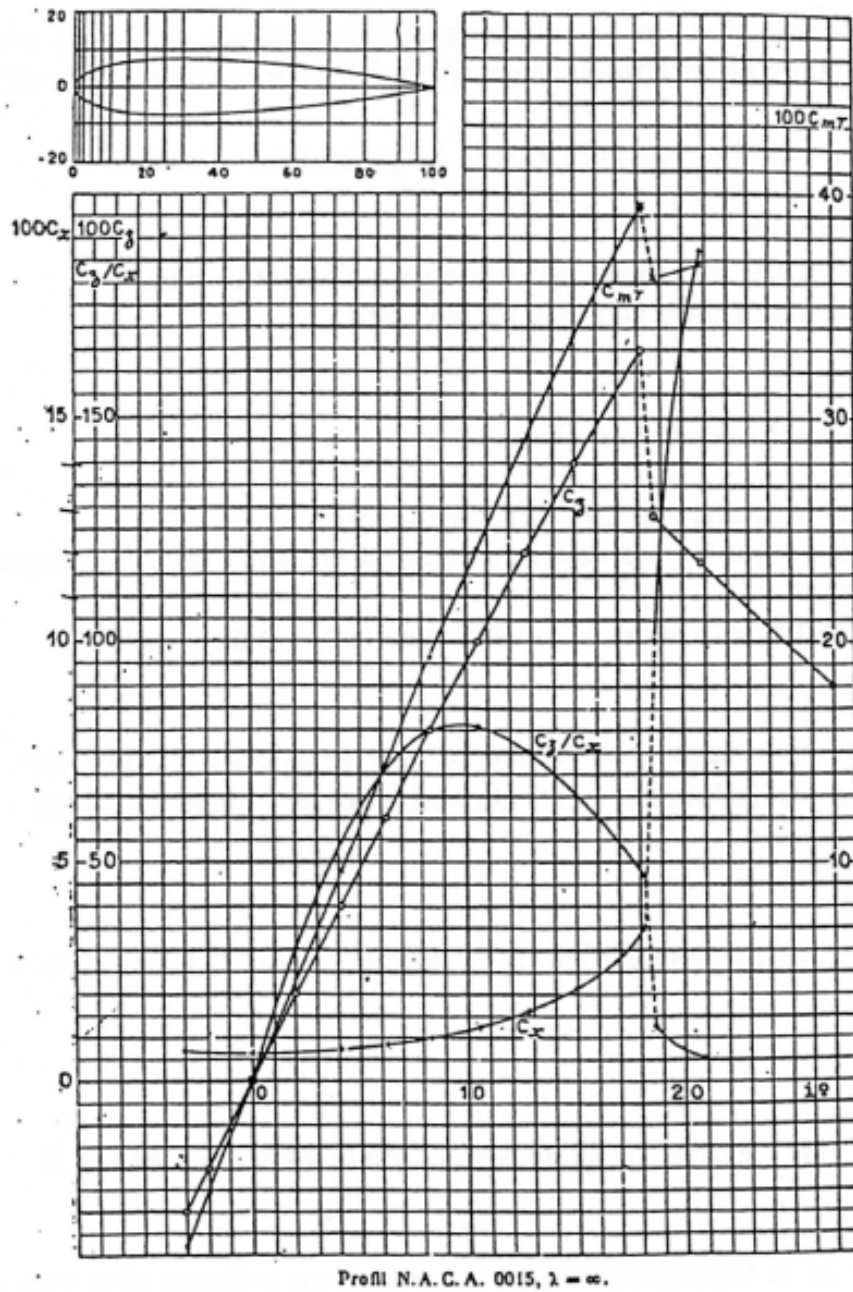

FIGURE 4 – Polaire du NACA0015
Les performances du profil isolé sont données en figure 4 pour un allongement infini. On notera le coefficient de portance  $C_z$ , le coefficient de traînée  $C_x$ , et l'angle de perte  $\epsilon$  tel que :
- (c) Définir à partir de la figure 4 les valeurs numériques de  $i_0$ ,  $C_{z,0}$  et  $C_{x,0}$ .